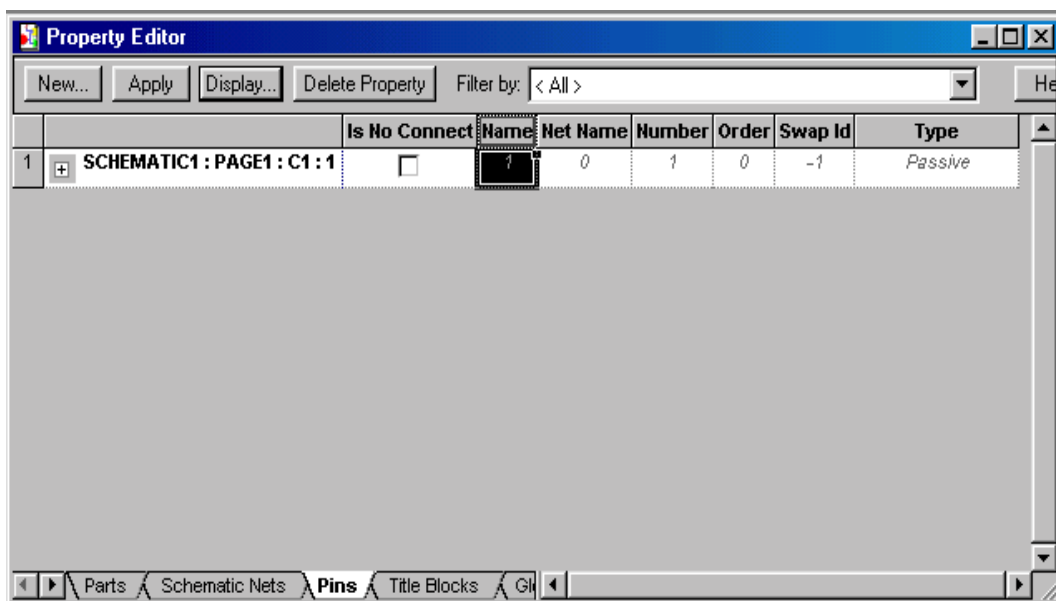
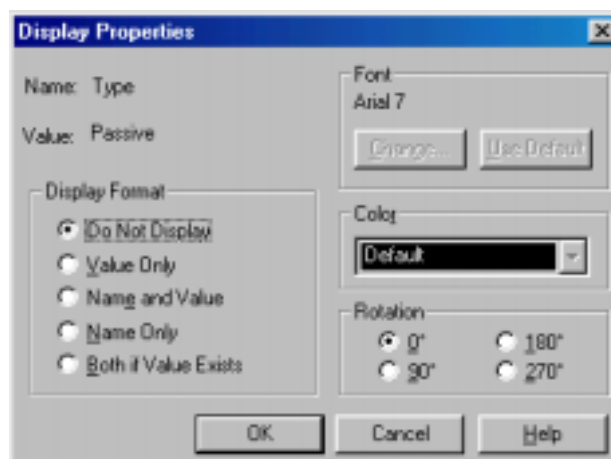

Figura 3: Ventana de diálogo de Properties correspondiente a un componente.
Figura 4: Ventana de propiedades visuales de un componente.
- **Properties** (*Propiedades*). Este comando abre una ventana de diálogo distinta según sea el elemento seleccionado. En ella, se configuran las propiedades del mismo, tales como valor, referencia, etc. Ver la *Figura 3*. En la *Figura 4* se muestra el botón *Display* que da paso a una ventana donde se procede a la modificación del parámetro seleccionado.